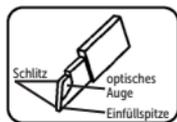

Abb. 1
- a) Die Form der Mikroküvette und die Bezeichnung ihrer einzelnen Teile sind Abbildung 1 zu entnehmen.